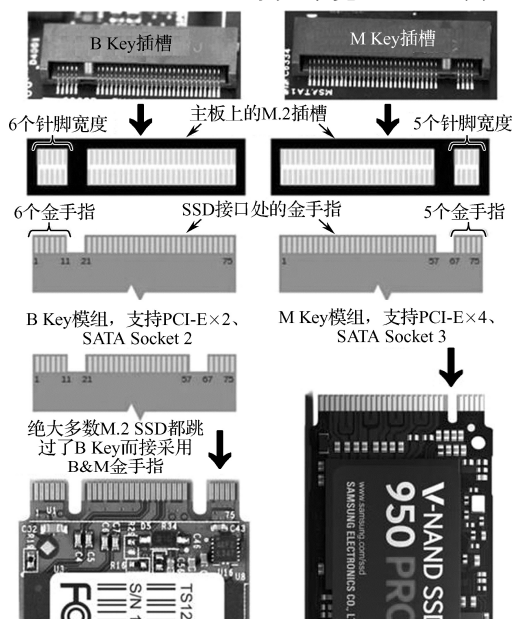

图 3-28 Socket 2 和 Socket 3 的接口规范
(4) IEEE 1394 总线。IEEE 1394 是一种串行接口标准，这种接口标准允许把计算机、计算机外部设备、各种家电非常简单地连接在一起。IEEE 1394 在一个端口上最多可以连接 63 个设备，设备间采用树形或菊花链结构。设备间电缆的最大长度是 4.5m，采用树形结构时可达 16 层，从主机到最末端外设总长可达 72m，它的传输速率为 400Mb/s，2.0 版的传输速率为 800Mb/s。
(5) SPI 总线。SPI (Serial Peripheral Interface, 串行外设接口) 是一种高速的、全双工、同步的通信总线，并且在芯片的引脚上只占用四根线，节约了芯片的引脚。正是出于这种简单易用的特性，如今越来越多的芯片集成了这种通信协议，主板主要是芯片组与 BIOS 芯片之间用此协议。
(6) M.2 总线。M.2 接口是 Intel 推出的一种替代 MSATA 的新接口规范，最初叫 NGFF，全名是 Next Generation Form Factor。它比 mSATA 硬盘还要小巧，基本长宽只有 22×42 (单位 mm)，单面厚度为 2.75mm，双面闪存布局也不过 3.85mm 厚。M.2 有丰富的可扩展性，最长可以做到 110mm，可以提高 SSD 容量。M.2 接口有两种类型，即 Socket 2 和 Socket 3，可以同时支持 SATA 及 PCI-E 通道，走 SATA 通道现在最快也只有 6Gb/s，而 PCI-E 通道更容易提高速度。Socket 2 是早期 M.2 使用的接口，PCI-E 是 PCI-E 2.0×2 通道，理论带宽为 10Gb/s，不过在 9 系及 100 系芯片组之后，M.2 接口全面转向 Socket 3，PCI-E 3.0×4 通道，理论带宽达到 32Gb/s。M.2 接口有三个尺寸为 2242、2260 和 2280 的 SSD，也就是宽为 22mm，长分别为 42mm、60mm、80mm，注意主板接口位置是否和 SSD 硬盘尺寸相配，一般能装 2280 的都有 2242 和 2260 尺寸的螺钉孔，所以向下兼容。如图 3-28 所示，B Key 插槽和 M Key 插槽分别为 Socket 2 和 Socket 3 接口规范。采用 B&M 金手指的 SSD 两种接口都能接。